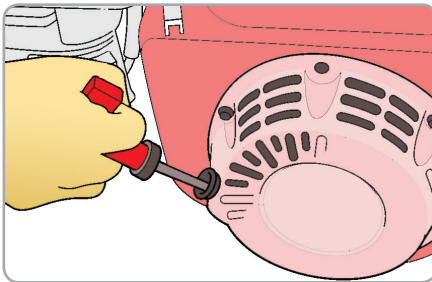

Fig.12
- Trageți ușor de mânerul demarorului până simțiți o rezistență apoi trageți rapid (fig.12).